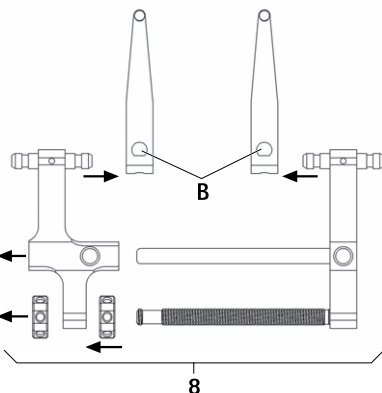

Fig. 4
- Desmontar o distractor 8 juntamente com as lâminas de distracção, ver Fig. 4: Accionar a corrediça B e retirar a lâmina de distracção.